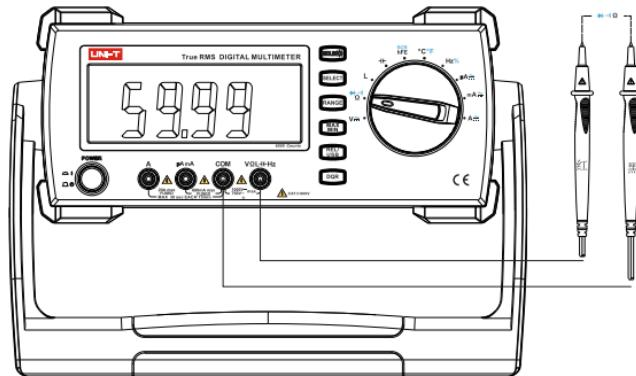

图2
- b) 将仪表的旋转开关转到  档按下  键切换为电阻 (Ω) 测量功能 (如图2)，将表笔并联到被测电
- 将仪表旋转开关转到 档，按下 键切换为二极管( )测量功能(如图2)
- b) 将仪表的旋转开关转到  测量档，按下  键切换为通断 () 测量功能 (如图2)